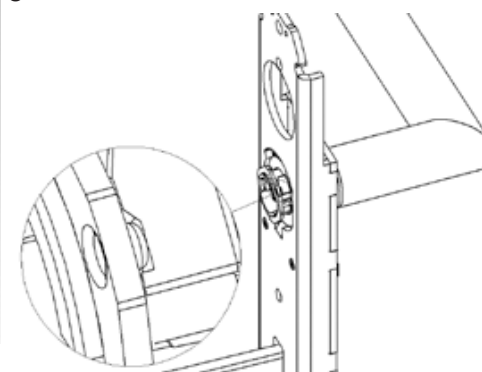

Abbildung 6:
10. Das 3-polige Kabel des Innenbeschlages in den SnapIn Mechanismus (7) schieben. Somit werden diese bei der Montage gegen äußerliche Einwirkungen geschützt (Abbildung 6).
11. Die Montage des Innenbeschlages (8) erfolgt von der Innenseite der Tür. Durch gleichzeitiges durchschieben des Vierkantes durch die Nussaufnahme und des SnapIn Mechanismus durch die Zylinderöffnung des Einsteckschlusses (6) wird der Innenbeschlag (8) an der Tür befestigt.
12. Innenbeschlag (8) soweit durchschieben, dass dieser bündig an der Tür anliegt.